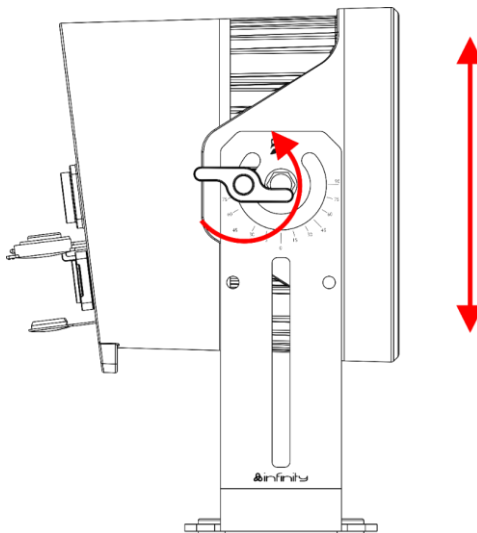

Fig. 06
- 01) Ruotare le 2 viti di regolazione (02) in senso anti-orario per allentarle.
- 02) Inclinare il dispositivo fino all'angolazione desiderata (cfr. Fig. 06).
- 03) Ruotare le 2 **viti di regolazione (02)** in senso orario per serrarle. Accertarsi che il dispositivo non possa muoversi liberamente dopo che le 2 **viti di regolazione (02)** sono state serrate.